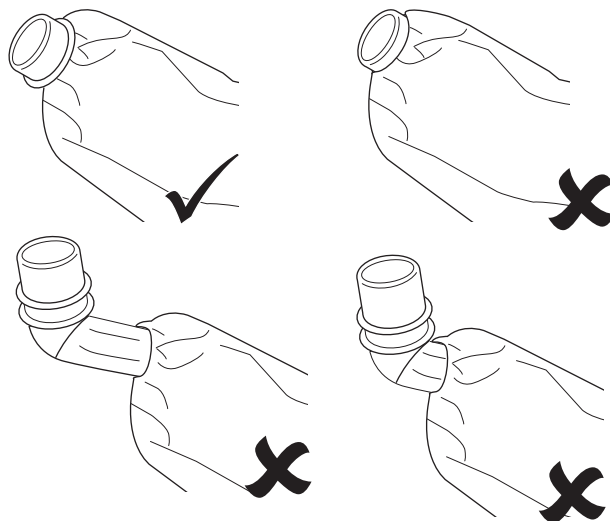

Fig. 8
- > Comprove que o saco de recolha (17a) está devidamente montado no conector (17b)/estrutura (17c) (Fig. 8).